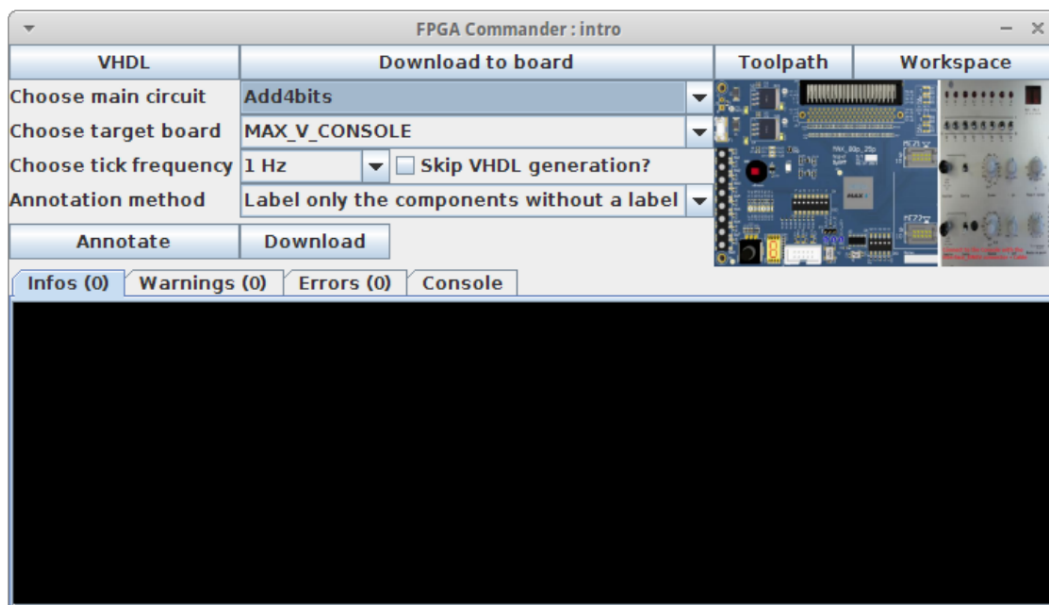

FIGURE 10 – FPGA Commander
2. Nous pouvons ensuite ouvrir l'interface de programmation via `FPGAMenu -> FPGA Commander` comme sur la Figure 10.